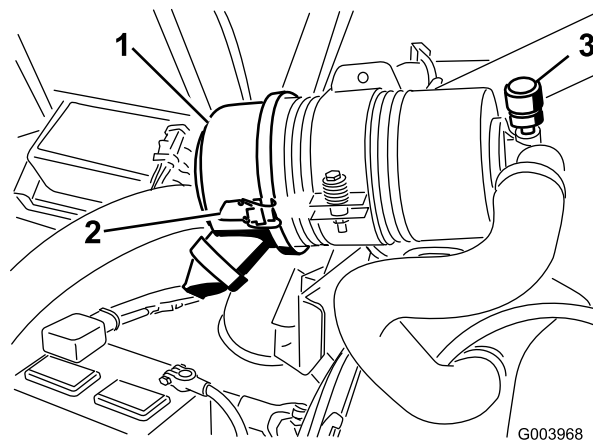

Figura 60
Faça a manutenção ao filtro de ar apenas quando o indicador de manutenção (Figura 60) o exigir. Mudar o filtro de ar antes de ser necessário apenas aumenta a possibilidade de entrar sujeira no motor quando se retira o filtro.
1. Liberte os trincos que fixam a cobertura do filtro de ar ao respectivo corpo (Figura 60).